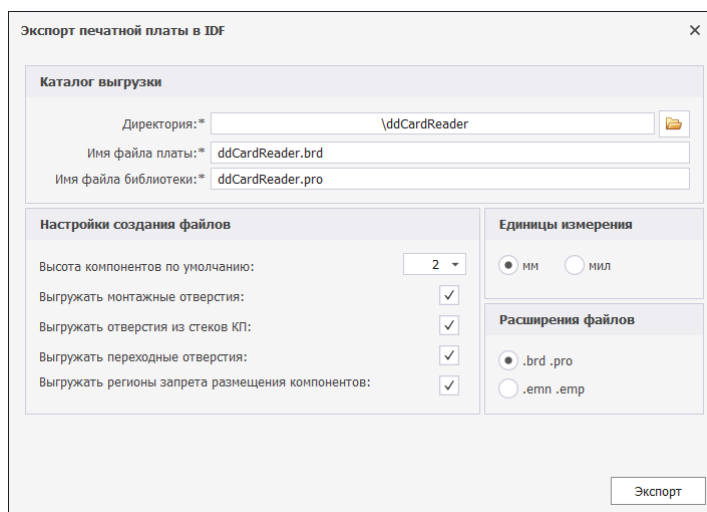

Рис. 88 Настройка параметров экспорта
2. В окне «Экспорт печатной платы в IDF» задайте параметры для экспорта, см. Рис. 88: